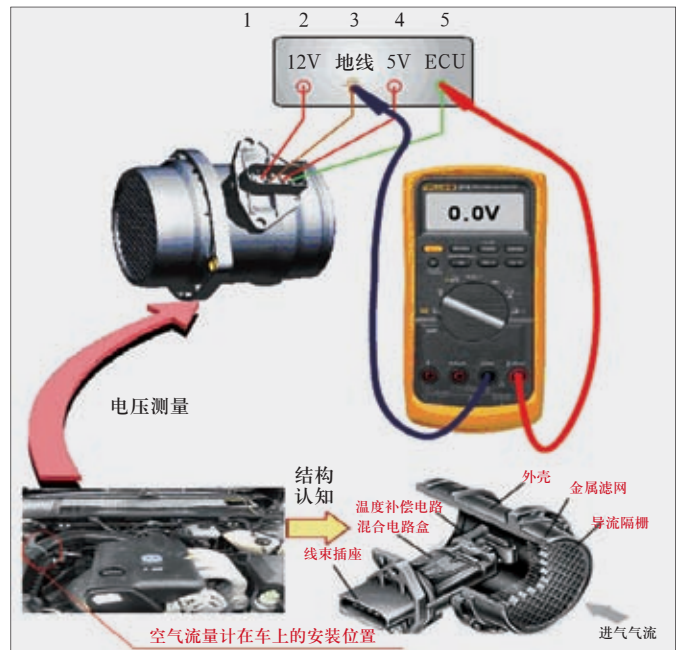
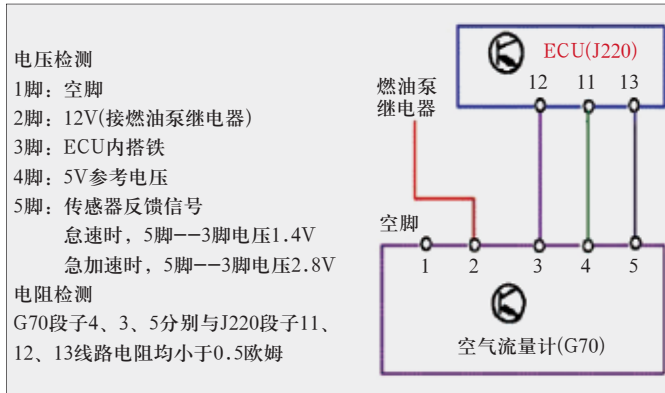

图2 空气流量计结构图
图3 空气流量计电路图
3.建构直观明了的实训操作流程(以桑塔纳2000型轿车AJR发动机以空气流量计故障检修为例，见图2、图3)。